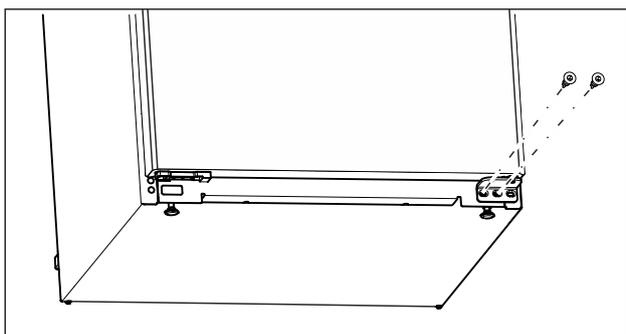

Fig. 15
- Svitare la vite centrale sul blocco inferiore di supporto con un cacciavite Torx 20. (vedere Fig. 15)
- Svitare la vite interna sul blocco inferiore di supporto con un cacciavite Torx 20. (vedere Fig. 15)